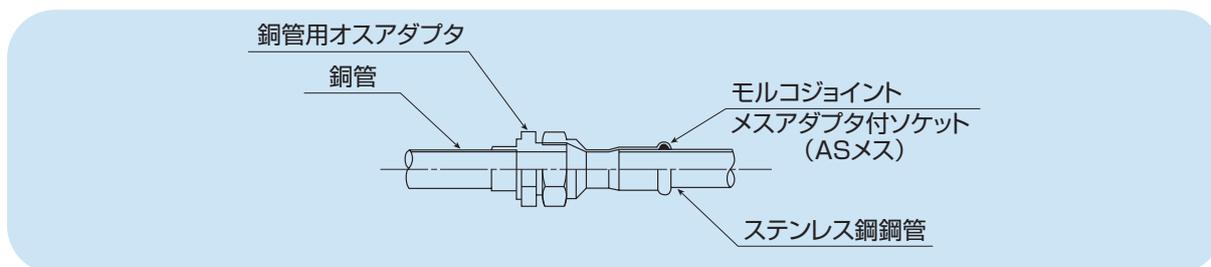
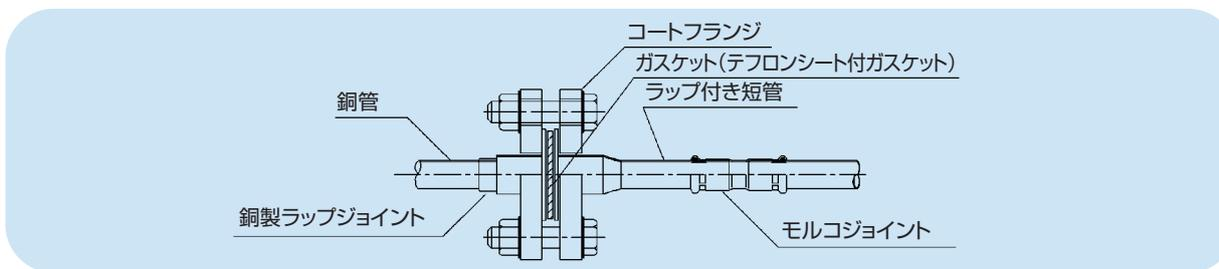

図2-7-3 銅管とのねじ接合
図2-7-4 銅管とのフランジ接合
(2) 銅管との接合方法
- ねじで直接接合するか、フランジで接合します。(図2-7-3、図2-7-4)